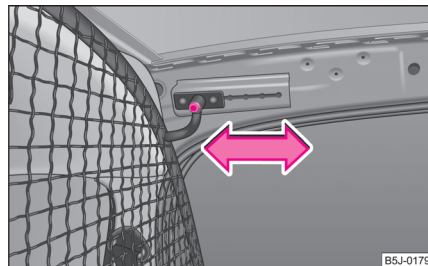
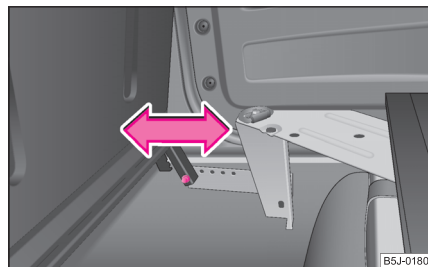

Fig. 200 Appui supérieur du panneau de séparation de sécurité
Fig. 201 Appui inférieur du panneau de séparation de sécurité
- Retirez une vis ⇒ fig. 200 de chaque côté dans la partie supérieure de la carrosserie et une vis ⇒ fig. 201 dans la partie inférieure.